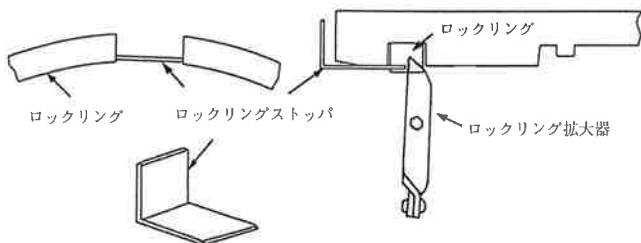

図11 ロックリングの拡大
- (2) ロックリングを受口の溝に預け入れたままの状態では挿し口の挿入ができないので、ロックリング拡大器を用いてロックリングが全周図11のように受口溝内に収まるようにする。